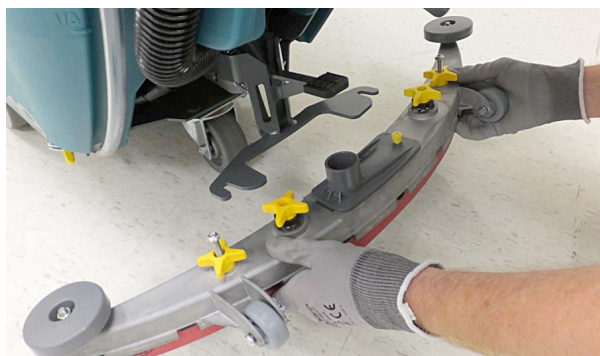

ABB. 6
2. Befestigen Sie die Wischgummi-Einheit, wie angegeben, an der Wischgummi-Halterung (Abbildung 6). Ziehen Sie die Knöpfe an, um die Wischgummi-Einheit an der Halterung zu befestigen.